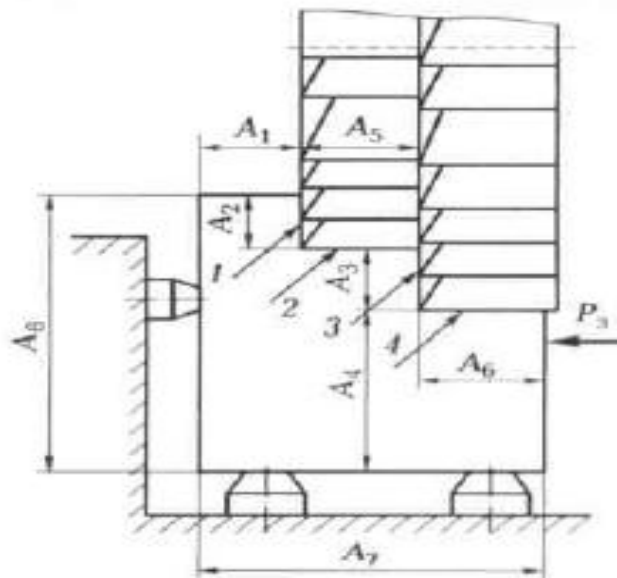

Рисунок 1 - Фрезерование
1. На горизонтально-фрезерном станке набором фрез одновременно обрабатывают поверхности 1,2, 3,4 (см. рис. 1). Построить схему базирования и указать расчетные зависимости для определения погрешности базирования при выполнении размеров  $A_1, A_2, A_3, A_4, A_5, A_6$ . Размеры  $A_7$  и  $A_8$  выполнены соответственно с отклонениями  $(\pm 1/2) T_{A_7}$ ,  $(\pm 1/2) T_{A_8}$ ;  $P_3$  – сила зажима заготовки.